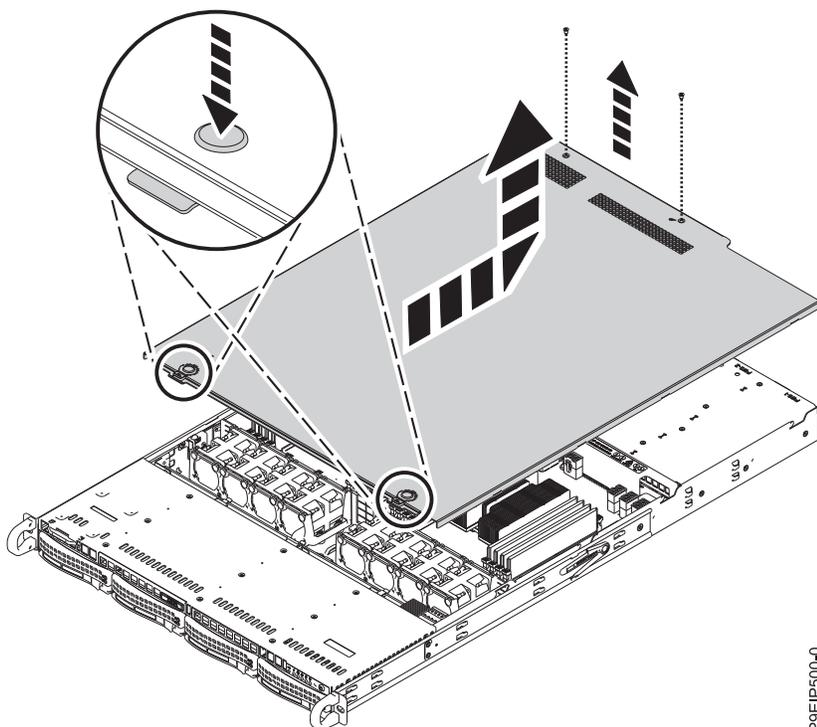

図 77. カバーを解放して開く
2. カバーの後部から 2 本のカバーねじ (1) を取り外します。
3. トップ・カバー (2) の両方のボタンを押してラッチを解放し (図 77 を参照)、カバーが止まるまで約 1 cm 後方に押しします。 ボタンを簡単に押し込めない場合は、ボタンの真下のドライブを部分的に取り外します。